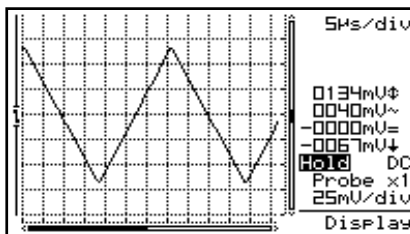

Fig 15
- La **griglia a linee** suddivide lo schermo in linee di riferimento. (Fig. 15)